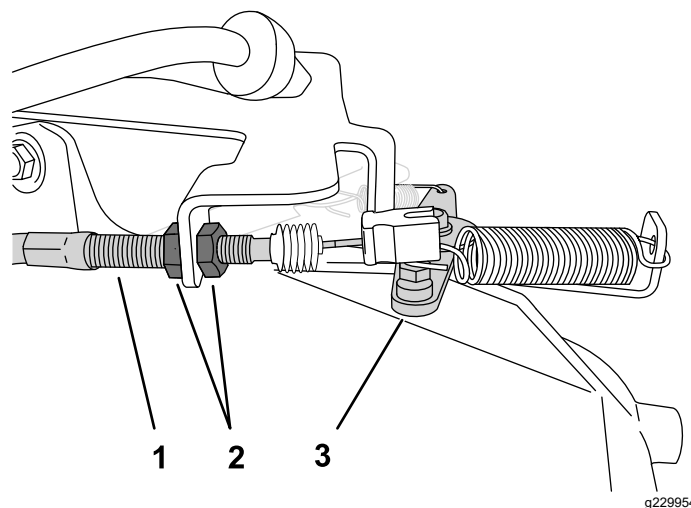

Figure 44
2. Au niveau de la gaine du câble d'accélérateur, desserrez l'écrou de blocage avant et serrez l'écrou de blocage arrière pour augmenter le bas ralenti (Figure 44).